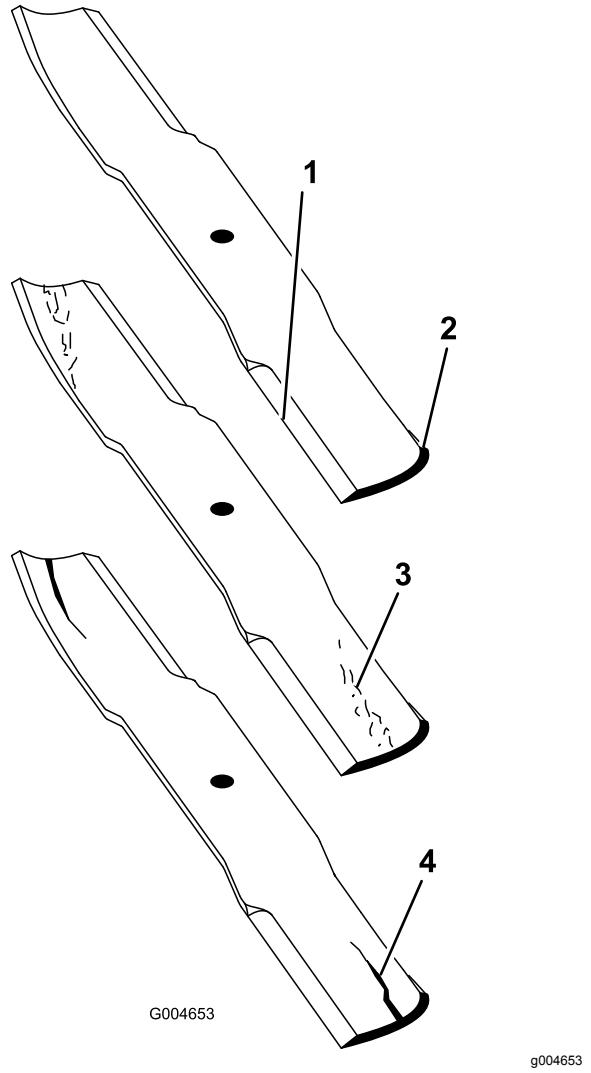

Figura 93
1. Inspecione as extremidades de corte (Figura 93).
2. Inspecione as lâminas, especialmente a área curva (Figura 93).
Nota: Se verificar quaisquer danos, desgaste, ou formação de ranhuras nesta área, instale imediatamente uma lâmina nova (Figura 93).